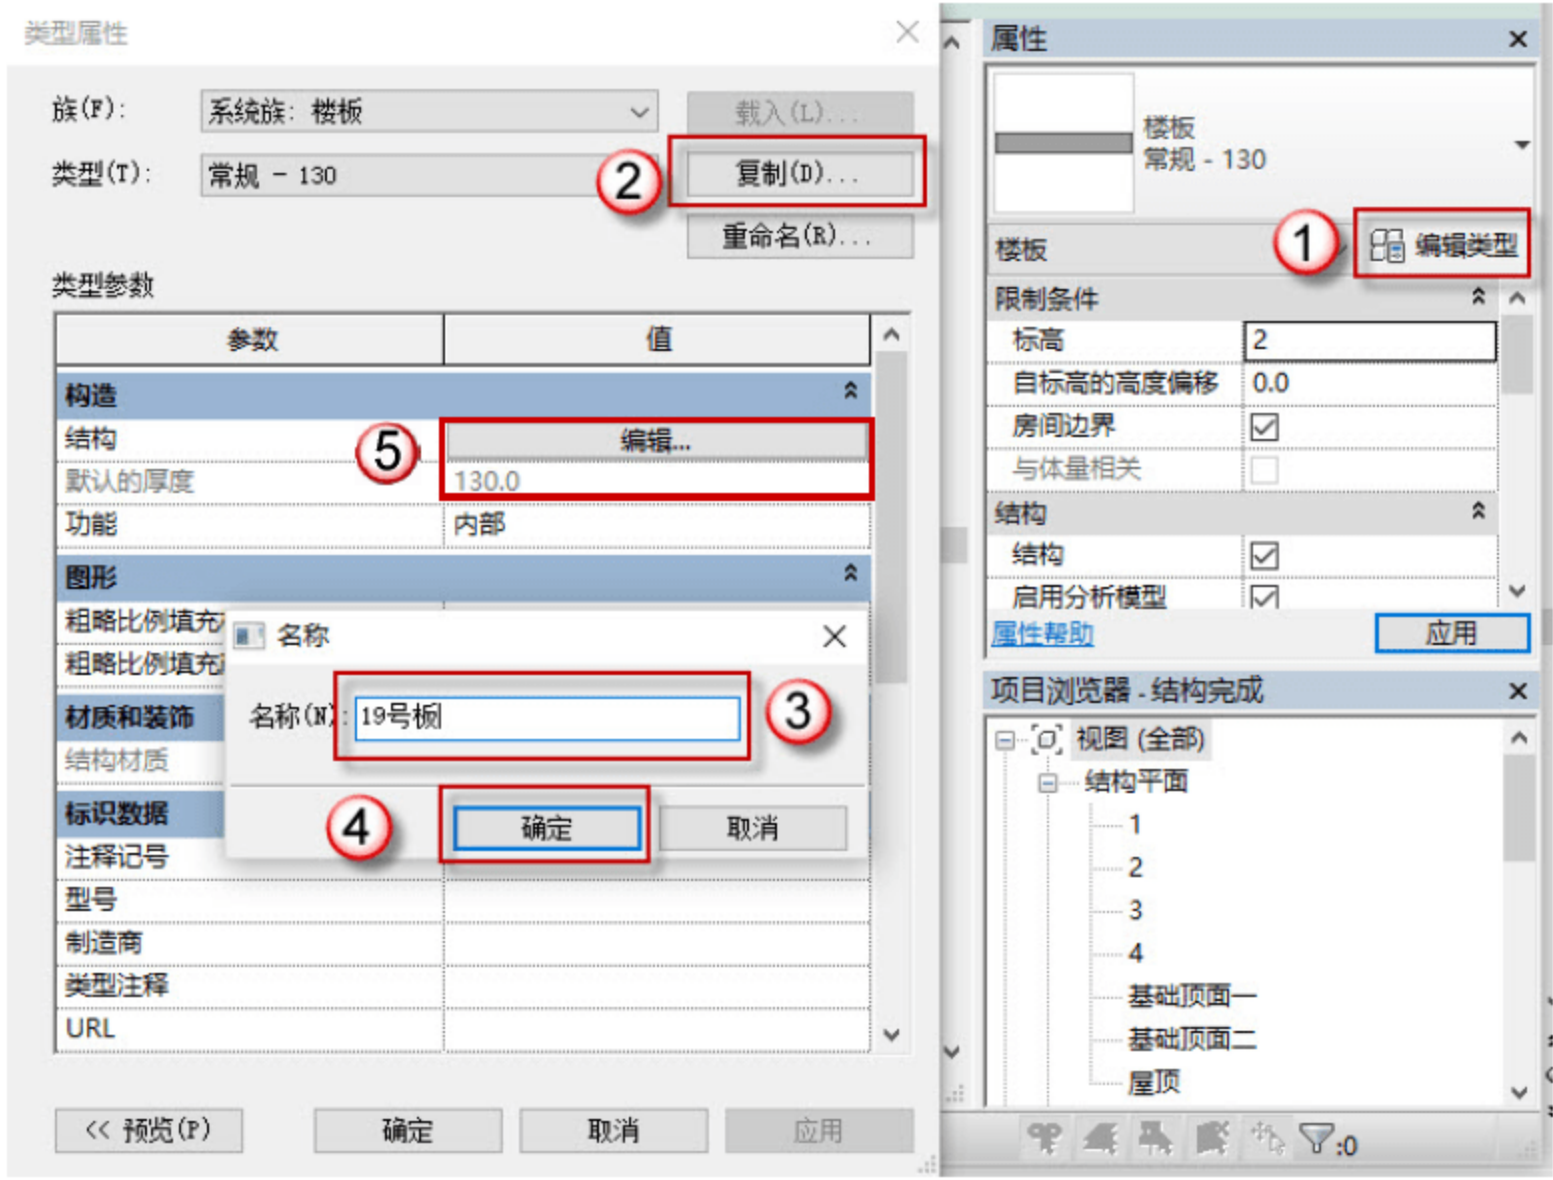

图 4.3.39 设置 19 号板参数
(14) 设置 19 号板参数，按快捷键 S+B，进入编辑模式，单击“编辑类型”按钮，在弹出的对话框中单击“复制”按钮，再在弹出的对话框中命名板号，单击“确定”按钮。单击“编辑”按钮设置参数，将板厚设置为 130，如图 4.3.39 所示。